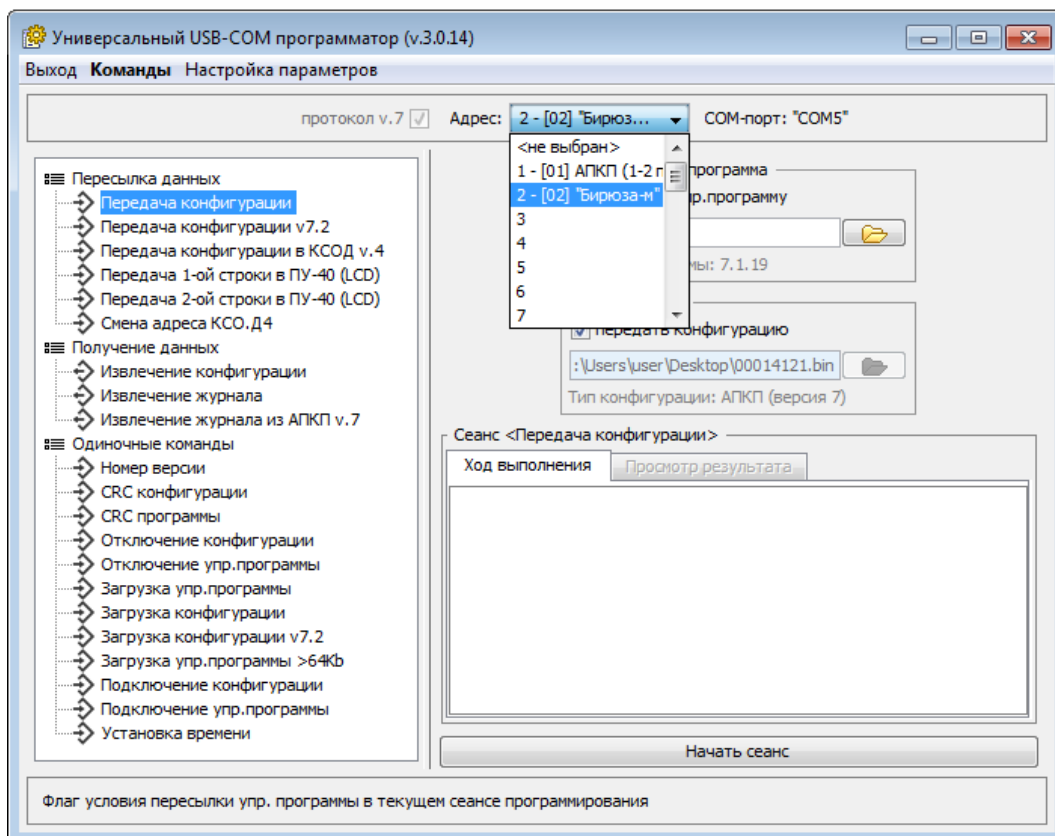

Рисунок 100. Универсальный USB-COM программатор. Выбор программируемого прибора
- 2) В поле «Адрес» из выпадающего списка выбрать программируемый прибор (рисунок 100).